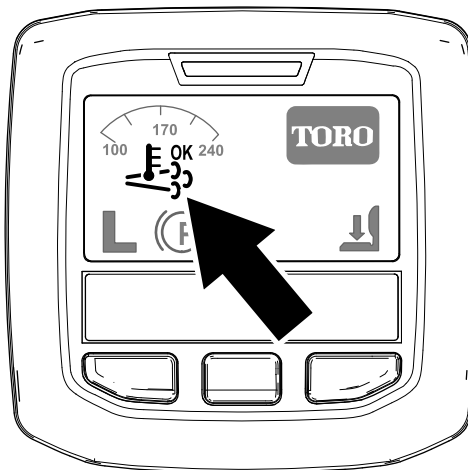

Рисунок 41
- Значок активной регенерации / регенерации со сбросом отображается на дисплее инфо-центра (Рисунок 41).